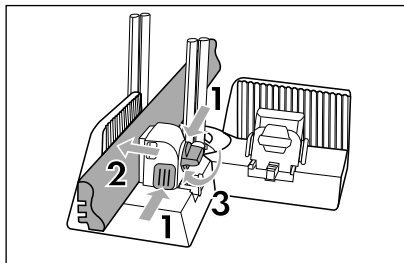

Fig. 8
- ◆ Mantenha os botões de desbloqueio ④ pressionados e desloque o fixador ②, para posicionar a peça de madeira.
- ◆ Coloque a peça de madeira entre o mordente ③ e o fixador ②. Certifique-se de que a peça de madeira é encaminhada passando as hastes guia ⑦ (ver fig. 8).
- ◆ Mantenha os botões de desbloqueio ④ pressionados e desloque o fixador ② para a peça de madeira. Solte os botões de desbloqueio ④ quando a peça de madeira estiver apertada (ver fig. 8).
- ◆ Rode o botão de fixação ⑤ no sentido dos ponteiros do relógio, para fixar a peça de madeira (ver fig. 8).